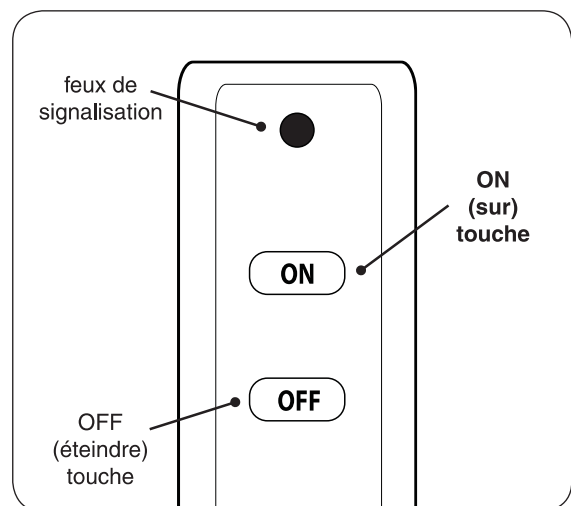

Fig. 36-2 Détail télécommande
3. Localisez la télécommande et appuyez sur la touche **ON** (sur) (voir Fig. 36-2). La séquence d'allumage commence.